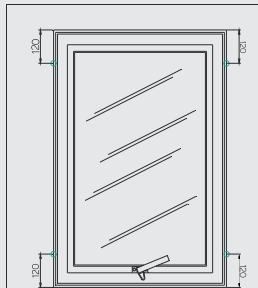

Figura 5 - Posicionamento da furação
- l) A fixação da esquadria maxim-ar é feita através do extensor de instalação, onde a esquadria é posicionada no vão com o extensor alocado na sua respectiva posição, e então feito a instalação. A Figura 5 representa o posicionamento desses extensores.